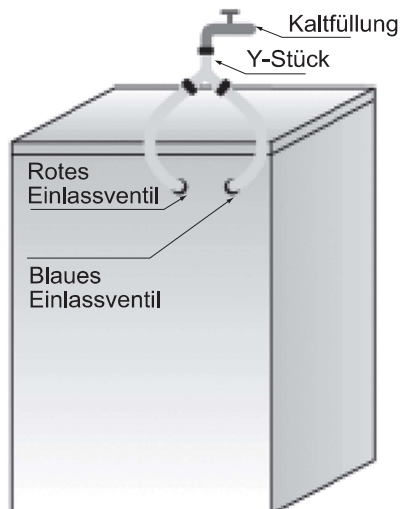

Abb. 2
**Wenn Sie nur die Kaltabfüllung anschließen möchten(Abb. 2):**